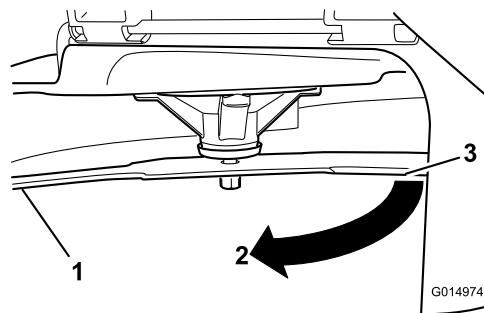

Bild 52
3. Zwischen Messer und Oberfläche gemessener Abstand (A)
4. Drehen Sie dasselbe Messer um 180 Grad, sodass die andere Schnittkante jetzt in derselben Stellung ist (Bild 52).